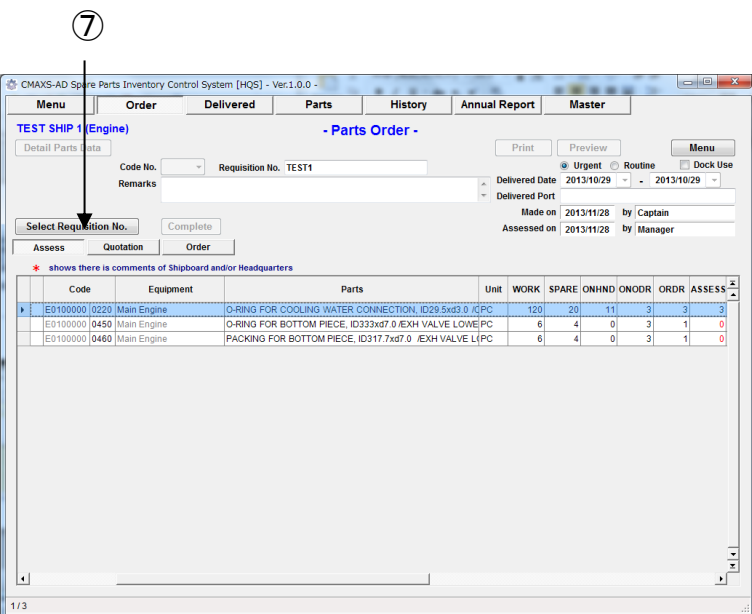

図 6-5 Parts Order 画面
(6) “Parts Order 画面”(Fig.6-5) に受信項目が表示されます。
(7) 他の依頼番号を選択したい場合は[Select Requisition No.]を選択すると、“Order List ”
(8) 項目を選択し[OK]ボタンをクリックすると,"Parts Order 画面"(Fig.6-5)に他のデータが表示されます。